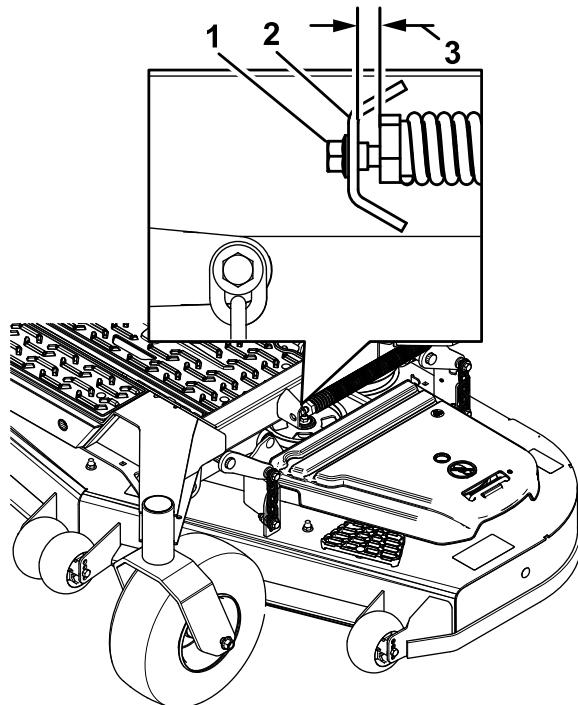

Figura 83
10. Afloje lentamente el tornillo de ajuste del muelle de elevación asistida hasta que pueda retirar el tornillo (Figura 83).